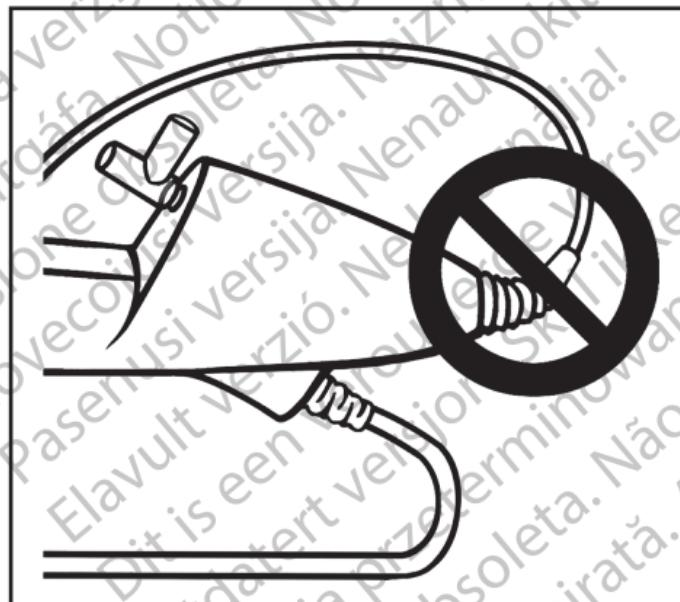

Figura 5. NÃO DOBRAR EXCESSIVAMENTE
- O ureteroscópio inclui uma manga de alívio de tensão na transição da pega para o corpo. A manga de alívio de tensão protege o dispositivo durante a sua utilização. Para prevénir a ocorrência de danos no corpo e/ou no cabo de fibra ótica de eliminação, não dobre excessivamente o corpo (Figura 5).